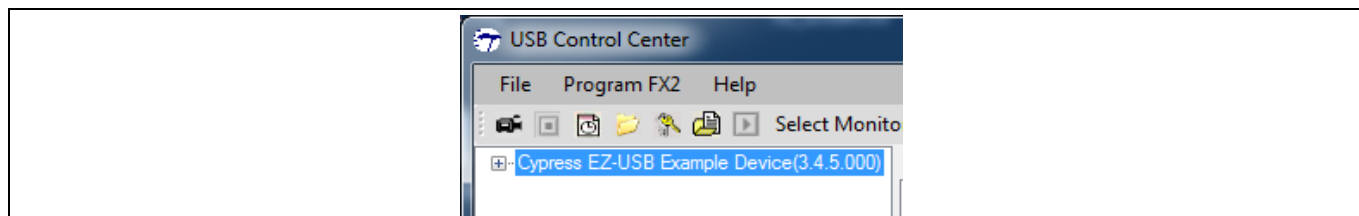

Figure 4 新的 USB 器件
8. 查看 USB Control Center 的左侧面板。如果 PC 声音有效，您会听到“USB 连接”的声音，随后是“USB 断开”的声音，然后将出现新的 USB 器件 (请参考 Figure 4)。作为一个完整性检查，需要点亮七段式小数点，并关闭电路板顶部上的四个 LED。